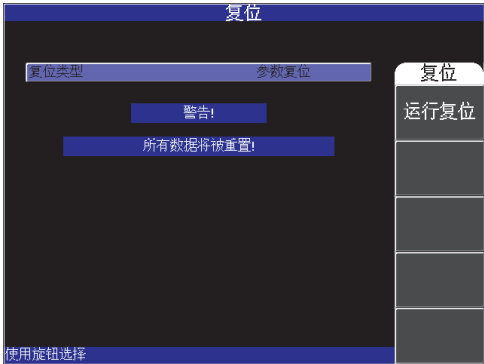

图 4-19 复位菜单
- (1) 要访问 **RESET**（复位）菜单，需按**高级设置**菜单键，然后按功能键 **E**，然后再转动旋钮，选择想要的仪器复位类型：参数复位、存储复位或主复位（参见第 88 页的图 4-19 和第 88 页的表 4）。
- (2) 要进行复位，按功能键 **A**。
- (3) 要退出，则按返回键（）。